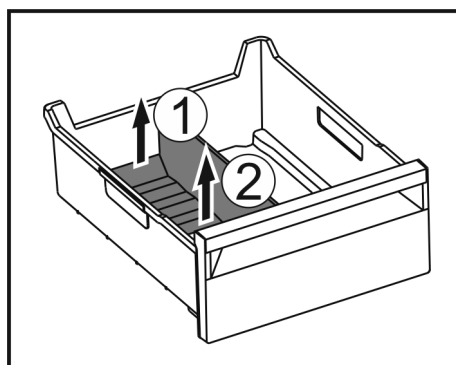

Fig. 163
- ▶ 提升冰格分隔器后部。 Fig. 163 (1)
- ▶ 向上取出冰格分隔器。 Fig. 163 (2)